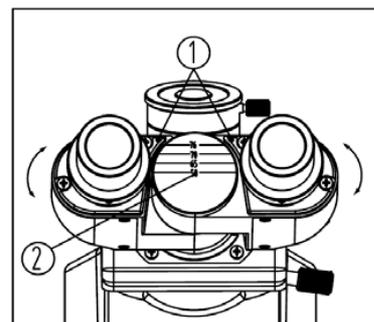

Figura 14
## ■ Ajuste de la distancia interpupilar (figura 14)
Cada bloque tiene un "." indicativo (1) que coincidirá con una división de la escala interpupilar (2). Este valor corresponde a la separación interocular del observador (Figura 14).